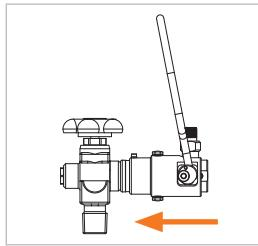

Figure 3
- Insérer le connecteur droit et sans forcer jusqu'au contact hermétique net sur la vanne de la bouteille (Figure 3). Le joint frontal est ainsi préservé des dommages causés par d'éventuels bords saillants de la vanne de la bouteille et le bon raccordement est garanti.